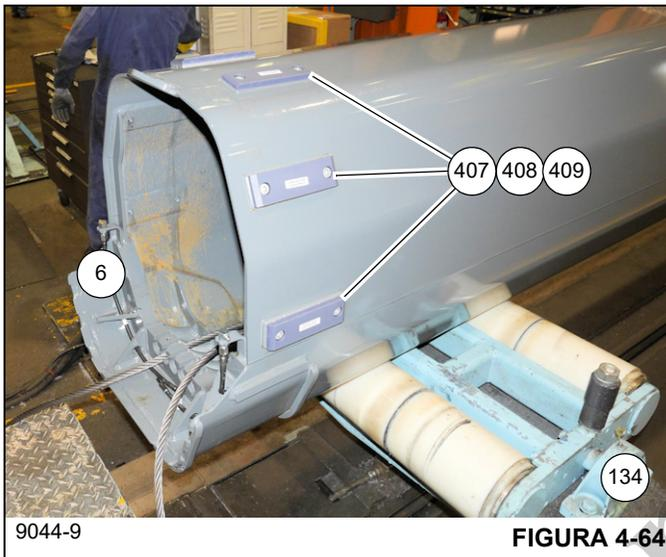

FIGURA 4-64
10. Instale as seis placas de desgaste (407) com os calços (408, 409) na parte traseira do telescópio 3 (401)
usando dois parafusos (414) por placa (consulte a Figura 4-64).